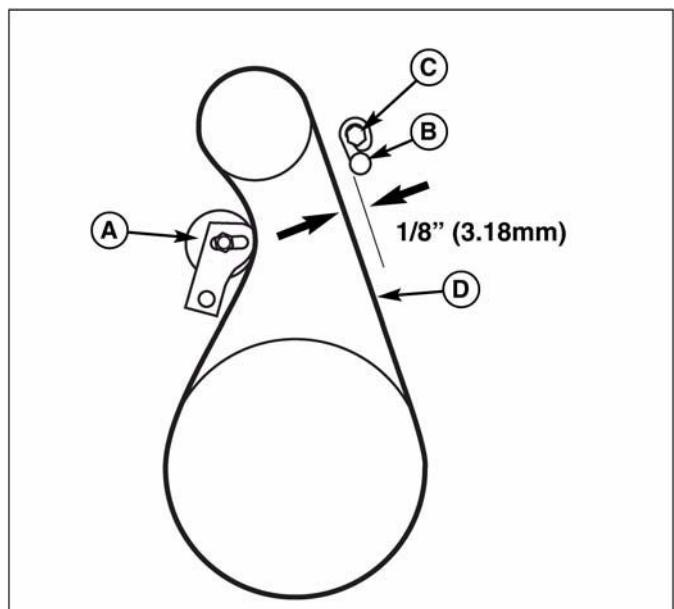

Рис. 28. Направляющая ремня
3. Измерьте расстояние между направляющей ремня (В, рис. 28) и ремнем (D). Расстояние должно быть 3,18 мм.